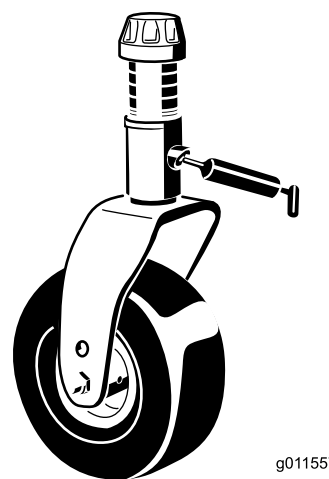

Figura 49
- Um casquilho de eixo da forquilha da roda giratória (Figura 49)